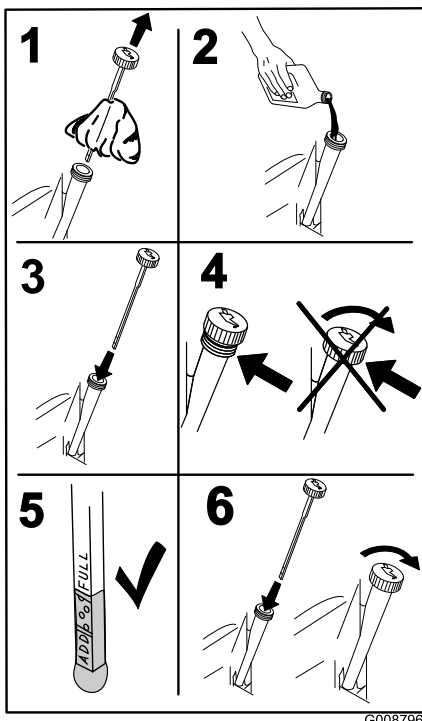

Figura 51
4. Vierta lentamente un 80% aproximadamente del aceite especificado por el tubo de llenado, luego añada lentamente el resto del aceite hasta que llegue a la marca de Lleno (Figura 51).